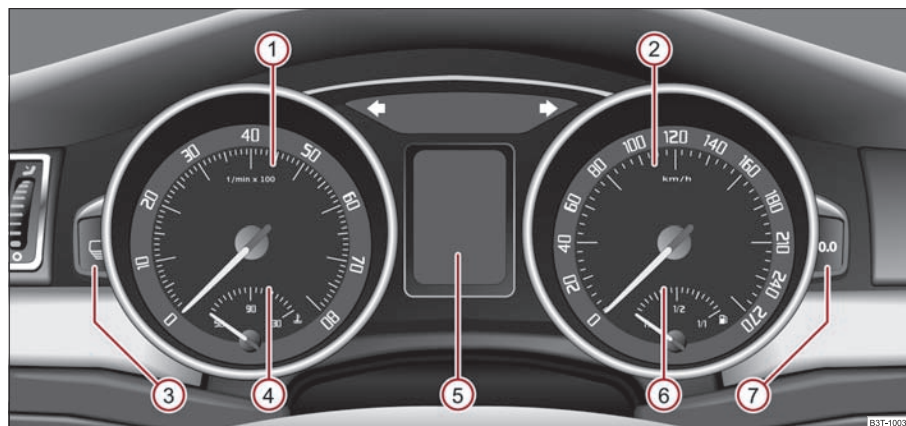

Fig. 17 Cuadro de instrumentos
El sector rojo de la escala del cuentarrevoluciones ① ⇒ página 17, fig. 17 marca el sector, en el que la unidad de control del motor comienza a limitar el régimen del motor. La unidad de control del motor limita el régimen del motor a un valor límite seguro.
El indicador de la temperatura del líquido refrigerante ④ ⇒ página 17, fig. 17 funciona sólo con el encendido conectado.
El indicador del nivel de combustible ⑥ ⇒ página 17, fig. 17 funciona sólo con el encendido conectado. ►